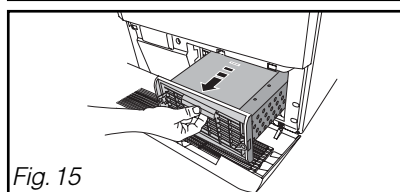

Fig. 15
- Retirez-le délicatement (Fig. 15).